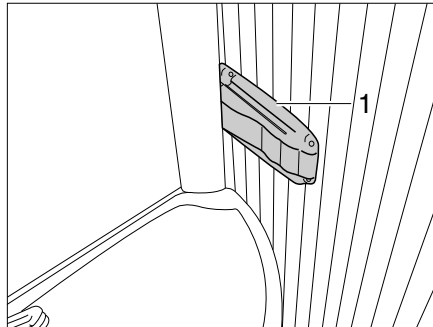

Fig. 364 Toilettes Vario, blocage de la paroi de douche
- Appuyer sur le dispositif de blocage (Fig. 364,1) situé à la droite du rebord du lavabo et tirer légèrement le lavabo. Le lavabo se déplace avec la paroi arrière vers l'avant.